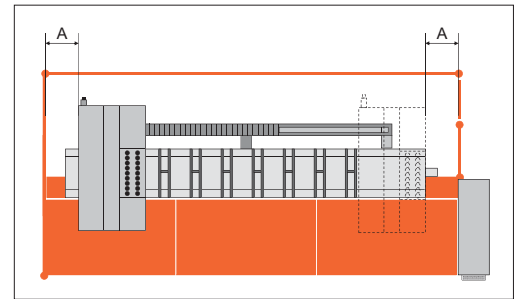

Fig. 4: riparo fisso su tre lati. La zona di pericolo è accessibile solo dal lato anteriore per l'alimentazione e lo scarico.
7. La macchina è stata installata in modo da lasciare una distanza minima di 500 mm tra le parti mobili della macchina e gli sbarramenti fissi (o parti dell'edificio)? (Fig. 4) ☐ sì ☐ no
- sbarramento fisso alto minimo 1800 mm posto lateralmente o posteriormente o parti fisse dell'edificio (fig. 4)